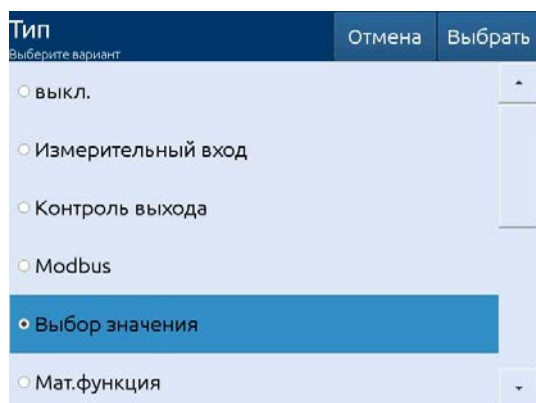

Рисунок 2.23
- редактор выбора одного варианта из списка (см. рисунок 2.23);